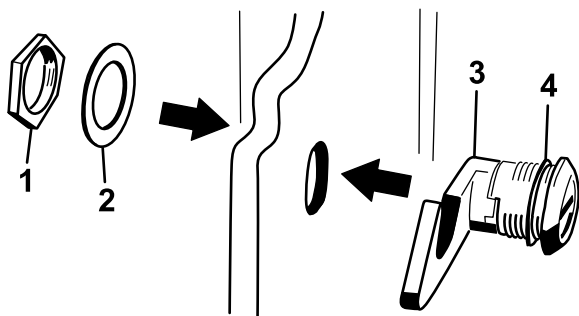

Рисунок 7
3. Выверните гайку с узла защелки капота (Рисунок 7).
- С наружной стороны капота вставьте конец защелки с крюком через отверстие в капоте и убедитесь, что резиновая уплотнительная шайба осталась на наружной стороне капота (Рисунок 7).